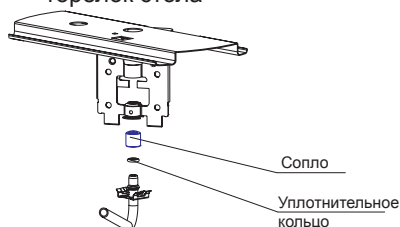

рис. 12
22.1. Проведение замены сопла при ремонте, а также при переводе на другой тип газа (рис.12, 13)
6. Снять установленные сопла, для этого отверткой необходимо отсоединить металлическую защелку от отбортовки гнезда держателей сопла и вывести газоподводящую трубку вместе с соплом из гнезда, затем снять сопло с трубки газа. (рис. 12). Резиновые уплотнительные кольца рекомендуется оставить на трубках.